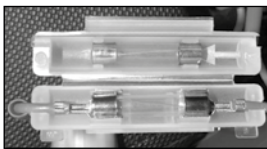

Imagen 29. Fusible.
4. Sustituir el fusible quemado por el de repuesto (ver imagen 29).